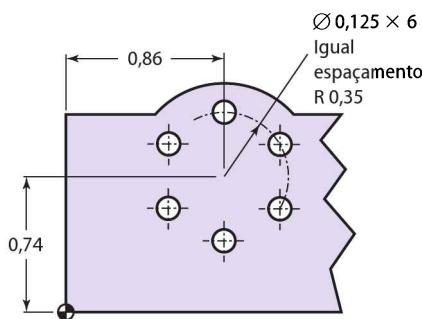

Figura 8-30 Descreva alguns modos de escrever os códigos de programa sem o programa CAM.
7. Ao escrever manualmente o programa para a Figura 8-30, ambos os furos circulares devem ser usinados. Cite ao menos três possíveis métodos de escrever essa parte do programa além daqueles gráficos/CAM. Qual é o mais rápido dos três?